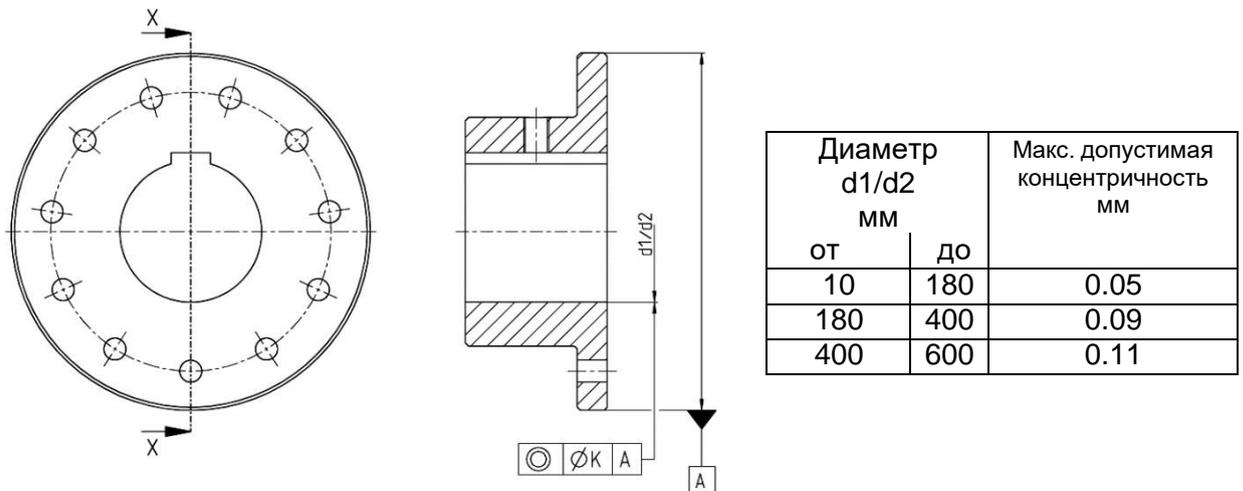

Рис. 7.6: Допуск формы и положения отверстия и положения шпоночного паза.
- ступица была точно выровнена, соблюдались допуски по форме и положению в соответствии с DIN ISO 286 (см. рис. 7.6).
Если ступица должна иметь шпоночный паз, то его предпочтительнее изготовить между крепёжными отверстиями, как показано на рис. 7.6. Ответственность за проектирование и проверку шпоночного соединения возлагается на заказчика.